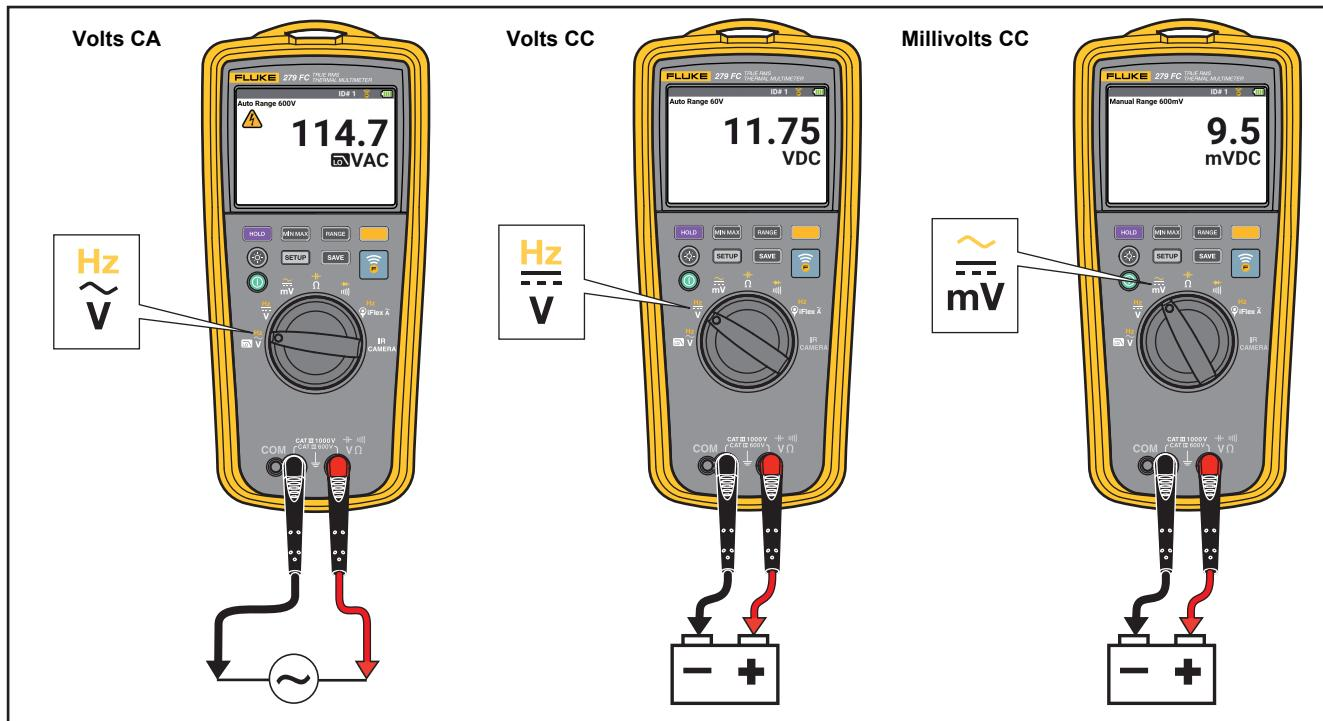

Figure 4. Mesures de tensions CA et CC
- Mesures de tensions CA et CC. Voir la Figure 4.
1. Placer le commutateur rotatif sur $\frac{\text{mV}}{\text{~}}$. Voir la Figure 4.